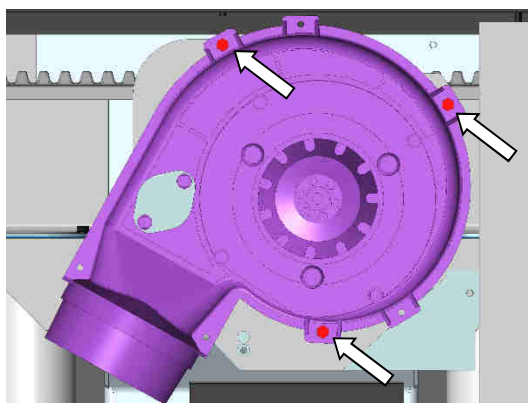
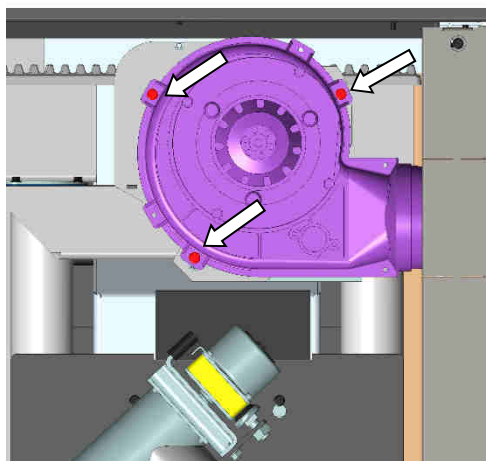

Fig. 34 : fixation du carter de la soufflerie
Fig. 35 : soufflerie tournée
2. Dévisser les trois vis de fixation du carter de la soufflerie (Fig. 34) et tourner complètement le carter avec le moteur de la soufflerie jusqu'à ce que la conduite maintenant horizontale soit orientée vers la droite (Fig. 35).